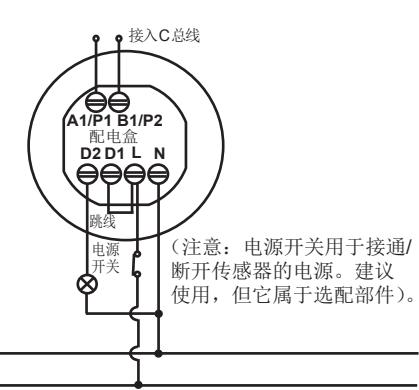
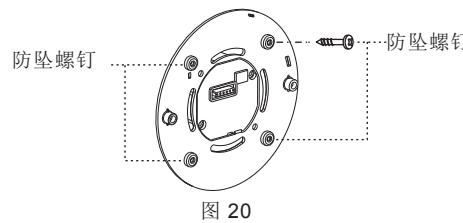
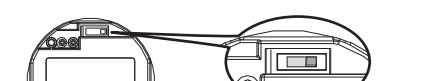

图 4
图 20
图 21
- C 总线信号控制的操作（见图 4，确保相应设置滑动开关，见第 4.2.1.2 节以及图 20 和图 21）。
3.3.4.4 将四颗防坠螺钉插入传感器固定板上对应的螺钉孔。在此之后，这四颗螺钉不会坠落，从而便于进行后续安装（见图 20）。
滑动开关的出厂默认设置如下（见图 21 按钮模式）。用户可以通过以下步骤，更改 C 总线模式：
第 1 步：用小型平口螺丝刀打开敲孔（见图 21）。